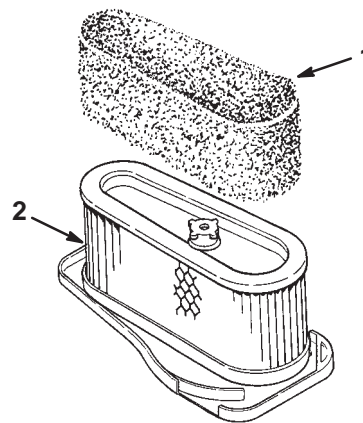

Bild 21
9. Schieben Sie den Schaumeinsatz vorsichtig vom Papiereinsatz herunter (Bild 21).
- Schieben Sie den Schaumeinsatz vorsichtig auf den Papiereinsatz des Luftfilters (Bild 21).